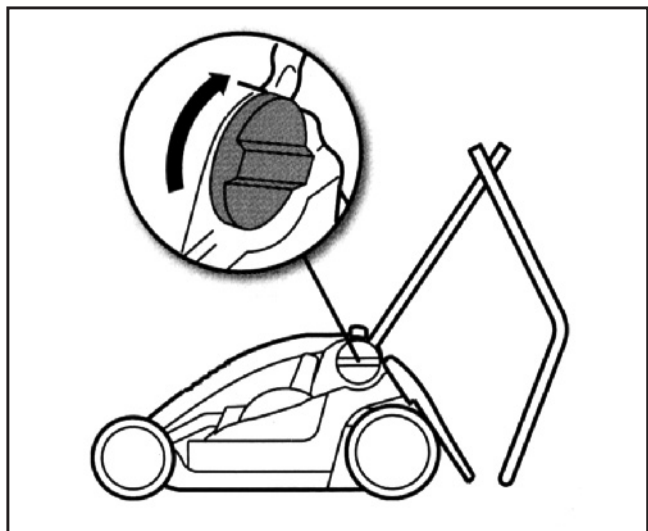

Fig. 1
- Dépliez le guidon et fixez la partie inférieure en serrant bien les boutons (Fig. 1).
- Despliegue el manillar y fije la parte inferior apretando bien los botones (fig. 1).
- Desdoble o guiador e fixe a parte inferior apertando bem os botões (fig.1).